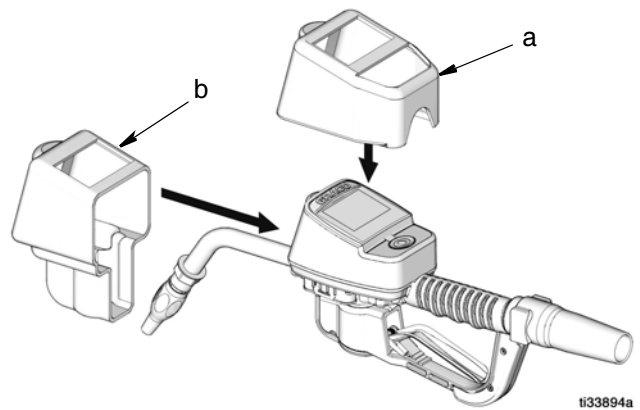

FIG. 19
1. Installare la protezione del pannello (a) sul pannello dello strumento, come mostrato nella FIG. 19.
2. Quindi installare la protezione del corpo (b) sull'ugello/prolunga e sullo strumento e la protezione del pannello (a), come mostrato nella FIG. 19.